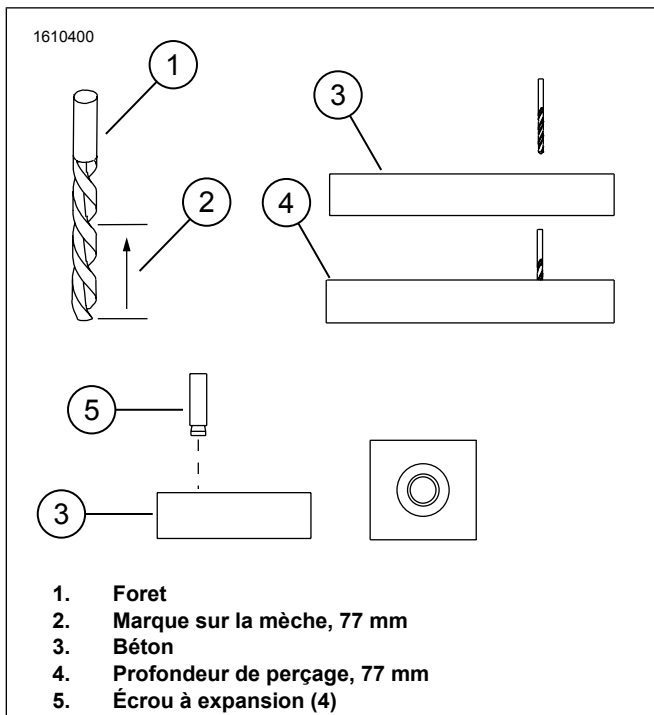
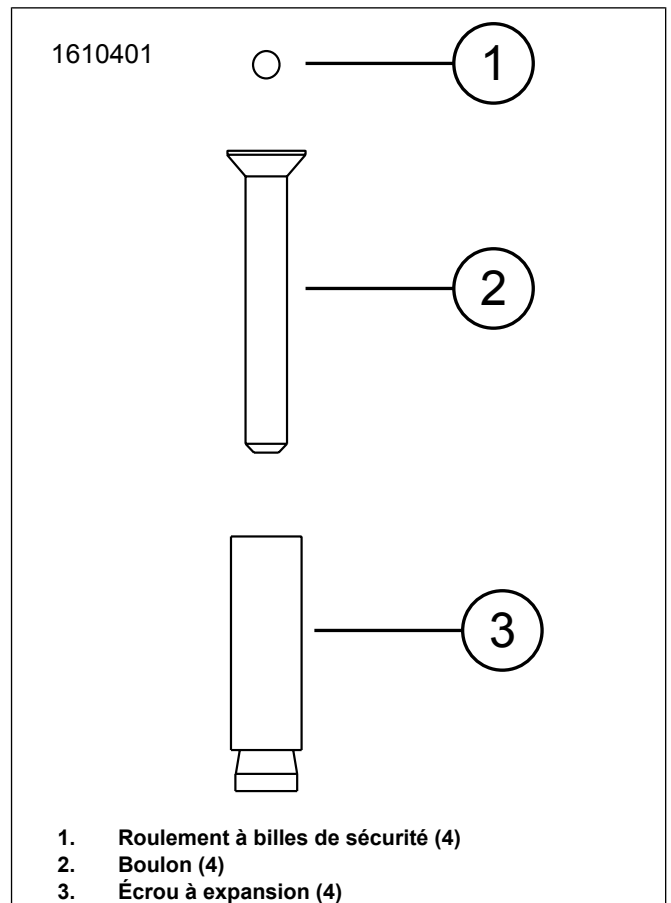
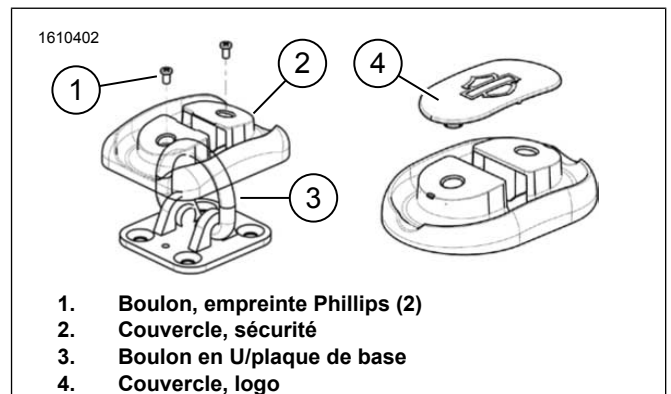

Figure 2. Perçage
Figure 4. Roulement à billes de sécurité renforcé
Figure 5. Installation de l'ancre de sécurité
1. Voir la figure 5. Retirez le couvercle (4) en plaçant un tournevis à tête plate sous la fente lentement (des deux côtés) jusqu'à ce qu'il s'ouvre.
2. Tracez le contour de la plaque de base (3) et le point central d'un trou avec un marqueur à l'emplacement souhaité.
3. Voir la figure 2. Mesurez et marquez la mèche (1) à 77 mm.
4. Voir la figure 2. Percez un trou droit et vertical dans le béton à la profondeur indiquée sur la mèche.
5. Voir la figure 2. Installez les écrous à expansion (5) dans le béton.
13. Voir la figure 4. Installez le roulement à billes de sécurité (1) dans le haut de la cavité du boulon à tête hexagonale.
- a. Avec un marteau, tapez sur les écrous à expansion (3) aussi loin que possible.
14. Répétez l'étape (13) pour les trois boulons restants.
15. Voir la figure 5. Installez le couvercle (2) au-dessus du boulon en U sur la plaque de base (3).
16. Voir la figure 5. Installez les boulons (1). Serrer jusqu'à immobilisation.
17. Voir la figure 5. Installez le couvercle (4) et les bouchons dans les trous ouverts.